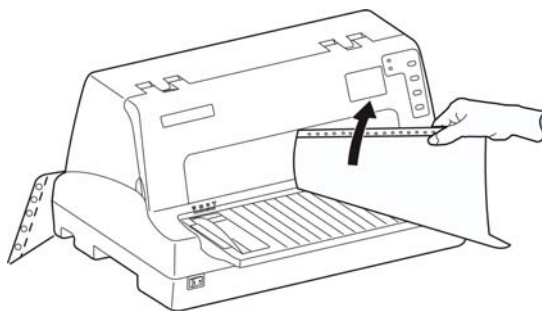

图 3-10 撕连续纸
1. 打印机的出厂默认设置已开启进纸至撕纸位功能。打印完毕后，打印机自动将连续纸的页缝送至撕纸位置。此时，用手将纸张沿打印机前盖边缘（切纸边）撕开（如图 3-10 所示）。撕连续纸前，如果纸张的页缝未正确对准打印机前盖边缘，请调整撕纸位置（参考“第四章 控制面板”中的“调整撕纸位置”部分）。